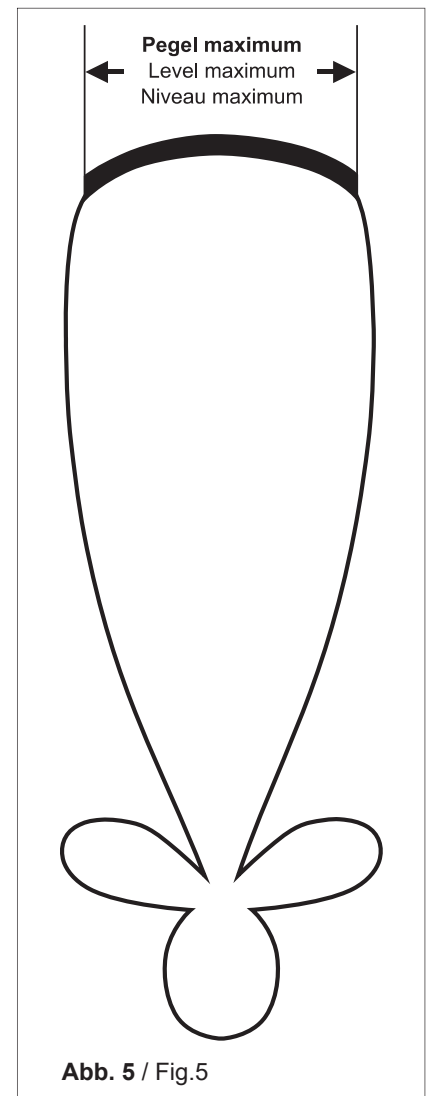

Abb. 5 / Fig.5
2. Durch Drehen über die Azimut-Achse Satelliten suchen (siehe beiliegende Azimut-/Elevationstabelle) und auf Maximalanzeige einstellen (bei Verwendung eines Kathrein-Satelliten-Messempfängers MSK ...). Steht kein Messempfänger zur Verfügung, auf beste Signalstärke/-qualität einstellen (siehe Abb. 5 und Text).
2. Tune to wanted satellite (see enclosed azimuth/elevations table) by turning the antenna around the azimuth axle until max. signal level is obtained (if a Kathrein signal meter MSK... is used), or until best signal strength/quality is reached (without signal meter) (see fig. 5).
6. Continue as described in section "Cable connection" (item 2).
2. Rechercher un satellite (voir tableau azimut/élévation livré avec la tête) en tournant l'antenne autour de son axe Azimut jusqu'on a trouvé le niveau le plus élevé (en cas d'utilisation d'un mesureur de champ satellite Kathrein (MSK...) ou jusqu'à l'on a obtenu la meilleure intensité/qualité du signal (alignement sans mesureur de champ satellite) (voir fig. 5).